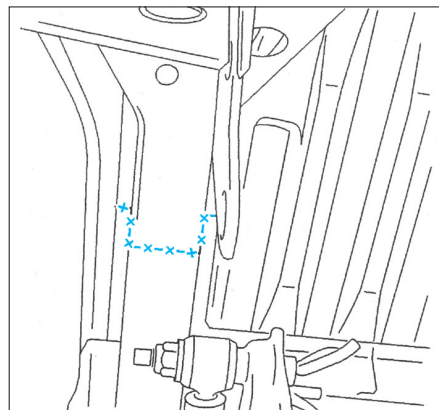

FIG. 122
- Découper le longeronnet à l'aide d'une scie (Fig.122).